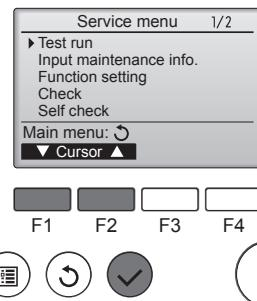

Fig. 7-1
- ① Выберите режим “Test run” (Пробный пуск) в Сервисном меню и нажмите кнопку [ВЫБОР]. (Fig. 7-1)